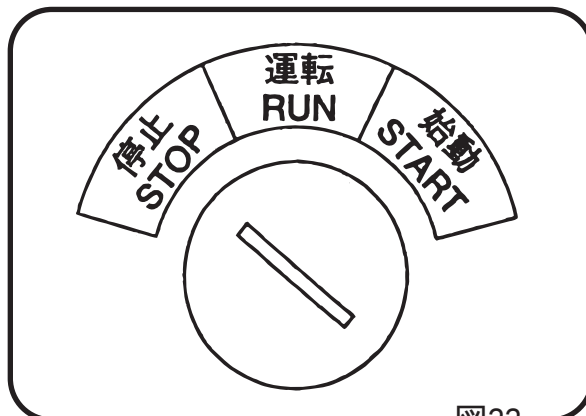

図23
- 9-1 作業を止めてエンジンを停止させる時には调速レバーを戻し、低速回転で3～5分間程エンジンを回してエンジンの温度が下がってからストップスイッチをOFF(O)側に回します。セルスターターの場合は、キーを停止位置に戻します。エンジンの温度が下がらないうちに停止させるとシリンダー内壁の油膜が焼けてエンジンの寿命が極端に短くなりますので御注意下さい。(図23)